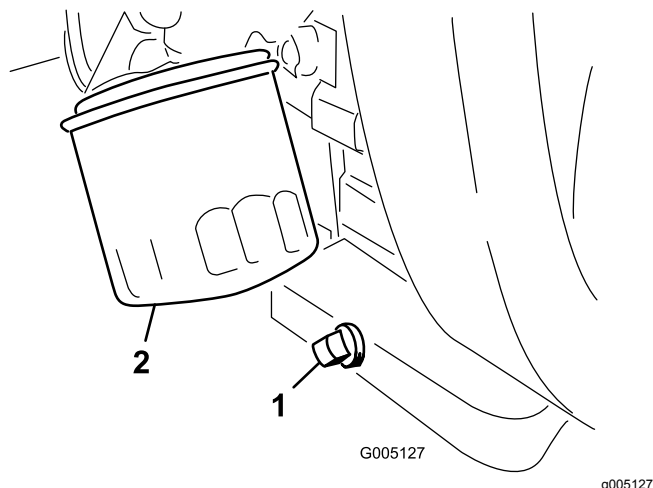

图 31
1. 拆下排油塞图 31 让油流入放油盘。
2. 清洁排油塞的螺纹施用聚四氟乙烯密封材料然后安装排油塞图 31。
3. 拆下机油滤清器图 31。